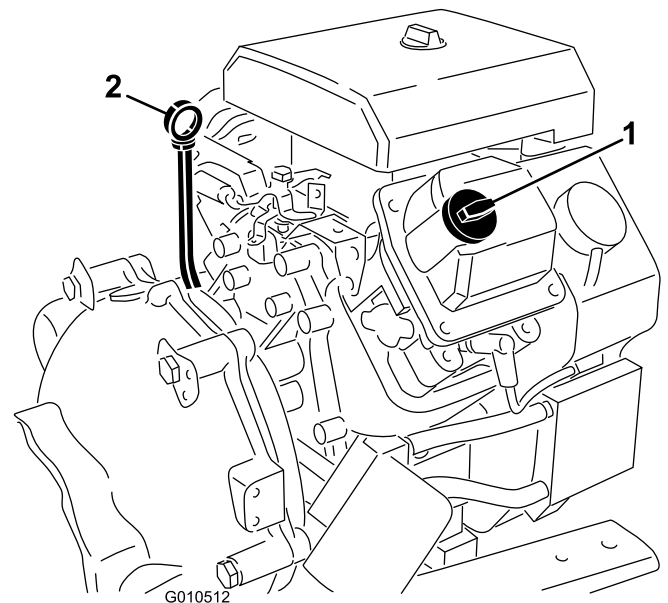

Figura 12
2. Retire la varilla (Figura 12) y límpiela con un paño limpio.
5. Si el nivel de aceite es bajo, retire el tapón de llenado (Figura 12) y añada suficiente aceite para elevar el nivel a la marca Full (lleno) de la varilla.